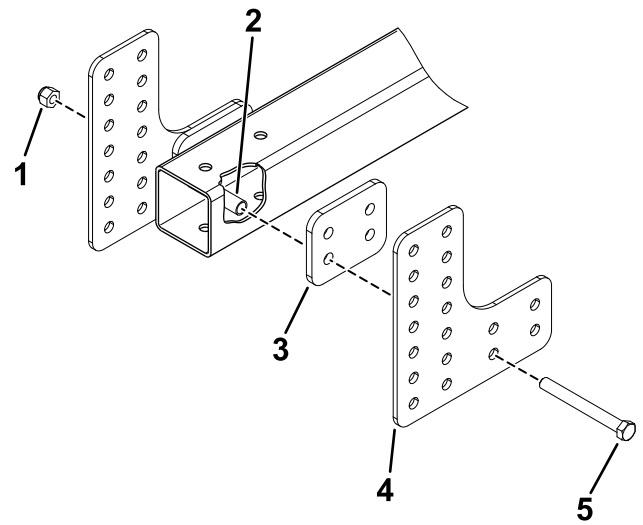

**Bild 2**
- Legen Sie die Schablone so auf die Zugstange, dass sie oben aufliegt und mit dem Ende ausgerichtet ist (Bild 2).
3. Verwenden Sie die Schablone, um die beiden Lochpositionen (Bild 2) auf jeder Seite der Zugstange zu finden und zu markieren.